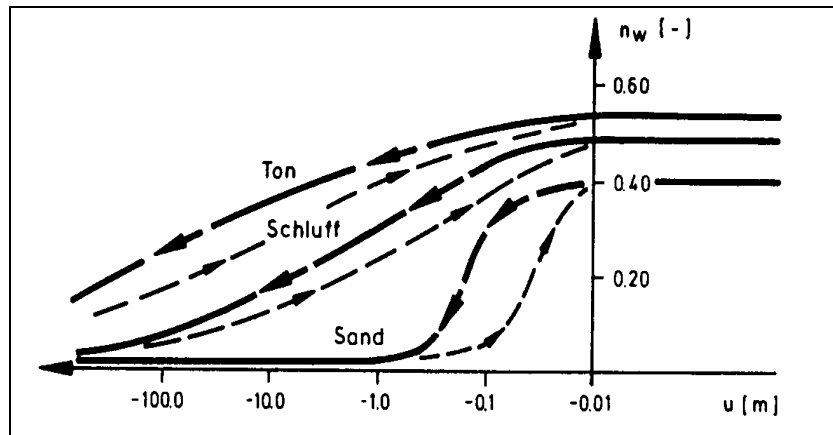

Abbildung 1 Funktionsverlauf  $n_w = f(u)$
- Über den Menüeintrag **"Zeit-Rand / Bodenkennwerte"** können Sie Ihre Bodenkennwerte, die Sie in **GGU-SS-FLOW2D** definiert haben, abfragen. Zusätzlich wird die Liste durch die Angabe des spezifischen Speicherkoeffizienten erweitert. Im Falle eines vertikal ebenen Systems können Sie durch Anklicken des Feldes **"nw = f(u)"** je nach Bodenart Ihre spezifische Bodenkennlinie (vgl. Abbildung 1 in Abschnitt 7.2.3) über Aufpunkte definieren.
Zusätzlich können Sie den  $n_w$ -Wert angeben. Der  $n_w$ -Wert gibt den Anteil des Wasservolumens bezogen auf das Gesamtvolumen an. Er ist eine dimensionslose Größe und abhängig vom Porenwasserdruck  $u$ . Typische Verläufe von Funktionskurven verschiedener Bodenarten zeigt Abbildung 1: